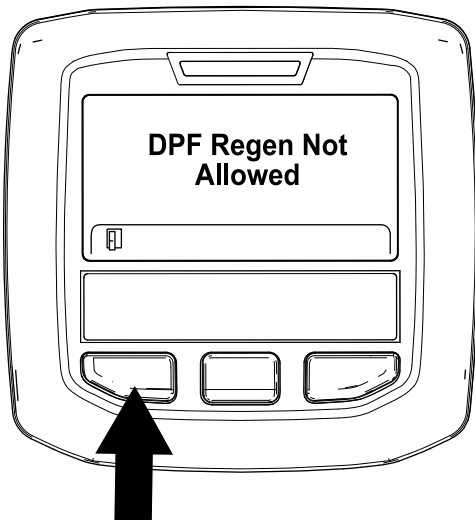

Figura 38
- Si el ordenador del motor no permite el proceso de regeneración, aparece el mensaje “DPF Regen Not Allowed” (Regeneración de DPF no permitida) en el InfoCenter (Figura 38). Pulse el botón de la izquierda para salir a la pantalla de inicio.